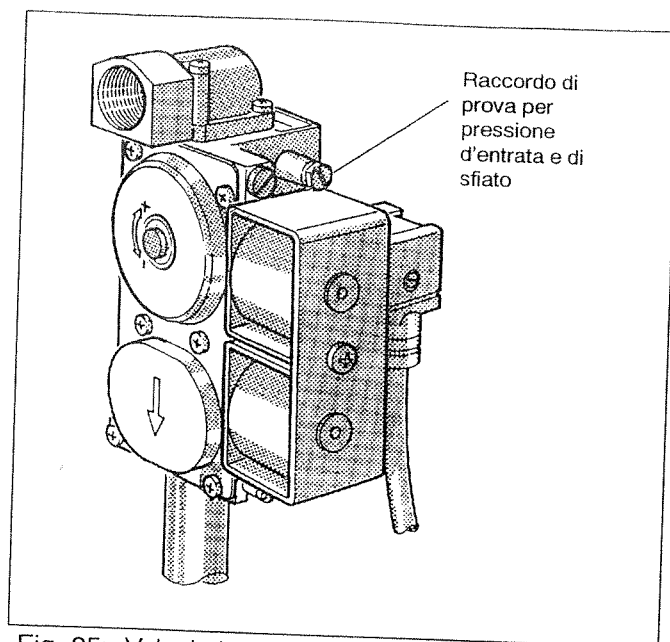
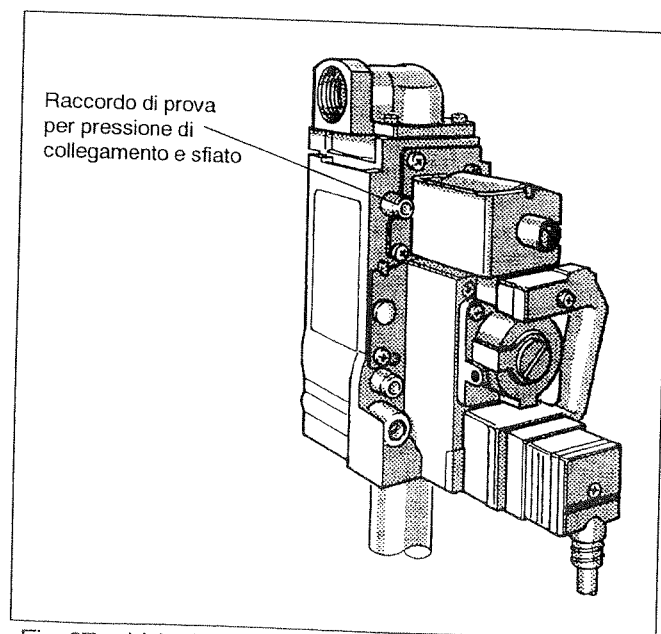

Fig. 25: Valvola bruciatore a gas "SIT" 830 Tandem
Fig. 27: Valvola bruciatore "Honeywell" VR 4601
- Sfiatare tubo di alimentazione del gas: Allentare di due giri la vite di chiusura del raccordo di prova per la pressione di collegamento e di sfiato a livello della valvola del bruciatore (da Fig. 25 a Fig. 27); per la versione "SIT" 830 Tandem rimuovere la vite di chiusura. Quando tutta l'aria sarà fuoriuscita, serrare nuovamente la vite di chiusura del raccordo di prova.